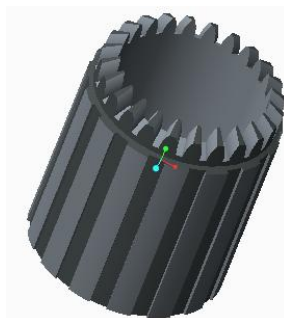

图 2-22 着色模式
4) 单击工具栏中的着色按钮图标 ，以着色形式显示模型，它是默认设置，如图 2-22 所示。